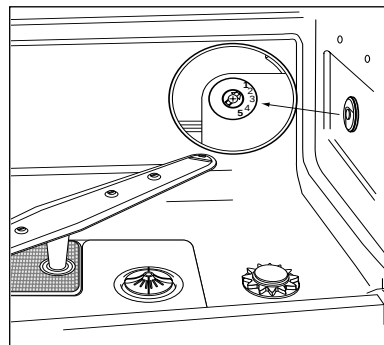

Abb. 4b
- In andere Modellen ist diese innen im Behälter an der Ringschraube zu finden (Abb. 4b).